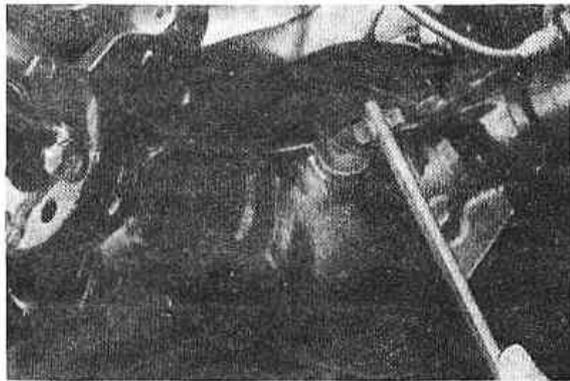

Рис.8.3. Вывинчивание пробки/указателя уровня (Разд.2)
2. Установив автомобиль на ровной поверхности, выверните комбинированную пробку/указатель уровня (Рис.8.3).